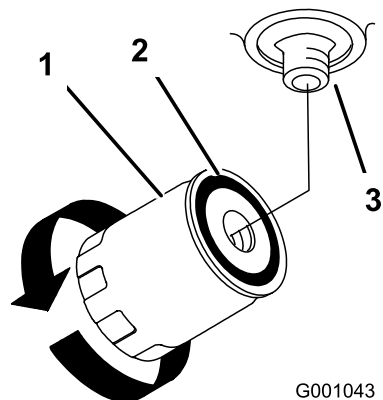

図 75
4. オイル・フィルタを外し、フィルタのアダプタのガスケットの表面をきれいに拭く（図 75）。
- アダプタにフィルタを取り付ける。ガスケットがアダプタに当たるまで手でねじ込み、そこから更に 1/2 回転増し締めする(図 75)。